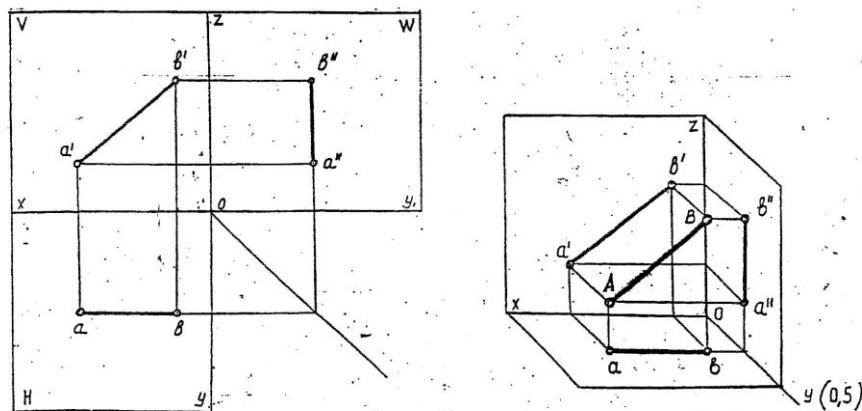

Рисунок 15 - Проекции прямой
- Положение прямой в пространстве можно определить двумя ее точками. Поэтому, чтобы задать прямую на чертеже, достаточно задать проекции двух ее точек (рис.15).